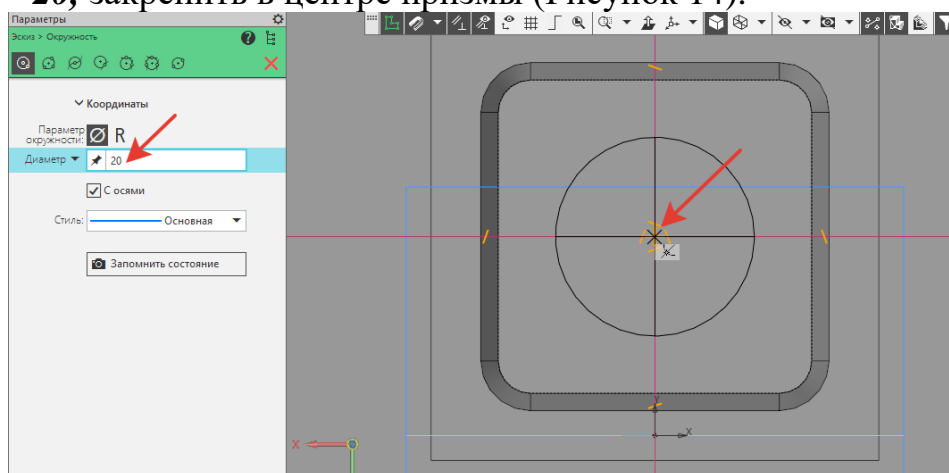

Рисунок 14.
13. Выполнить разметку центра с помощью *Вспомогательная прямая* - *Биссектриса*. На инструментальной панели *Геометрия - Окружность - Диаметр* – 20, закрепить в центре призмы (Рисунок 14).